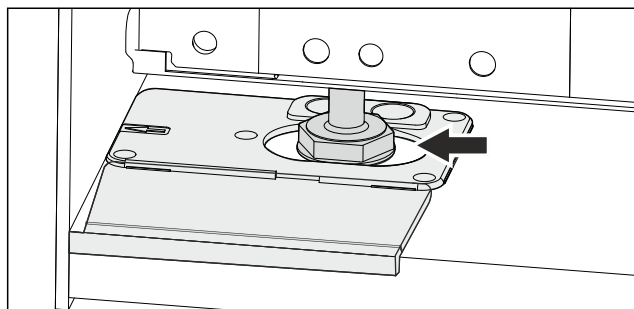

Fig. 45
- Vyrovnajte spotřebič pomocí seřizovacích nožek. Fig. 45 ()